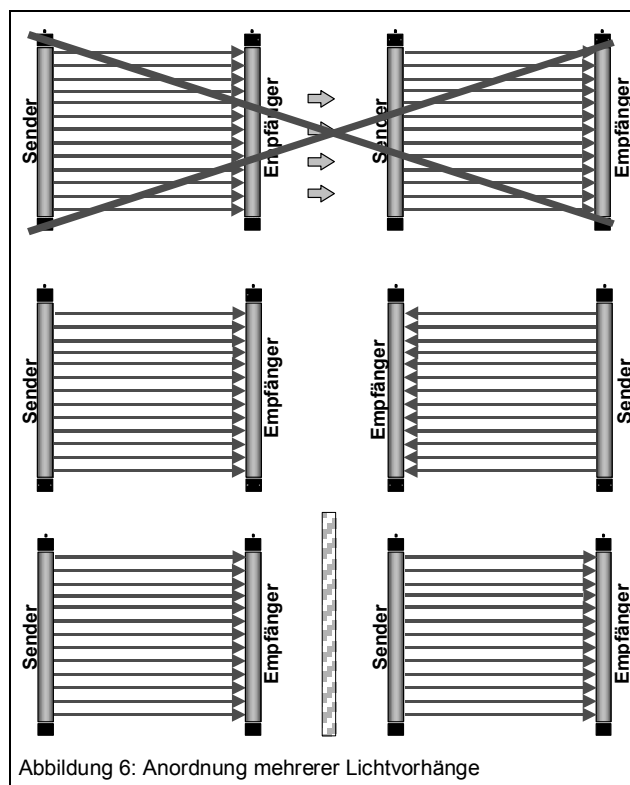

Abbildung 6: Anordnung mehrerer Lichtvorhänge
- ☑ beim Einsatz mehrerer Lichtvorhänge nahe beieinander kein Sendelicht auf einen Empfänger eines anderen Systems gelangen kann. Die Lichtvorhänge können sich unter Umständen gegenseitig beeinflussen. Bei Durchladeaufzügen sollten deshalb Sende- und Empfängerleiste der beiden Zugänge wechselseitig angeordnet werden (Abbildung 6).